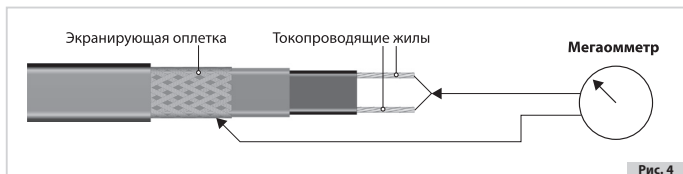

Рис. 4
4.12. Кабели нагревательные саморегулирующиеся имеют температурно-зависимое сопротивление и данные о величине сопротивления не являются достоверным ориентиром для определения присоединённой нагрузки. По этой причине кабели нагревательные саморегулирующиеся проверяются только на сопротивление изоляции нагревательного элемента (измерение производится между токоведущими жилами и экранирующей оплёткой кабеля нагревательного) и сопротивление оболочки кабеля нагревательного (измерение производится между экранирующей оплёткой кабеля нагревательного и контуром заземления) (см. рис. 4).